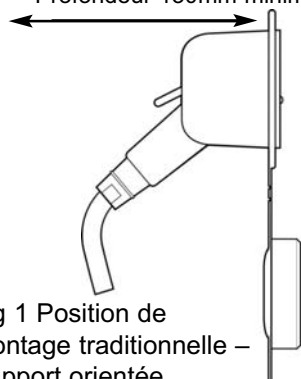

Fig 1 Position de montage traditionnelle – Support orientée
- Choisissez une position appropriée, au-dessus de la ligne de flottaison, et faites une découpe circulaire de diamètre 82mm (Voir Fig. 1 et 2). Note: épaisseur de cloison minimum: 3mm; épaisseur de cloison maximum: 19mm